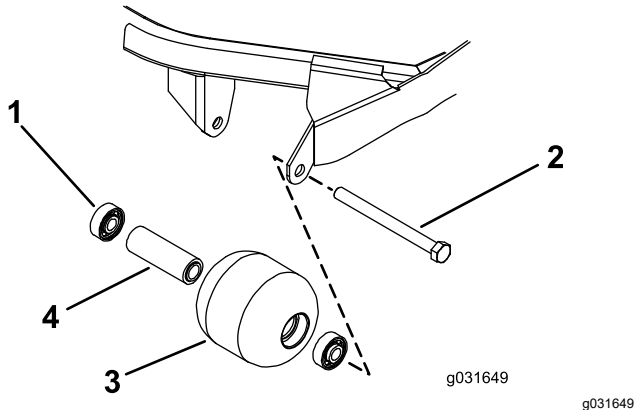

Figure 72
1. Retirez le boulon de fixation du galet (Figure 72).
4. Vérifiez l'état du logement de roulements, des roulements et de l'entretoise de roulements (Figure 72)
1. En exerçant une pression uniquement sur la bague extérieure ou uniformément sur les bagues intérieure et extérieure, poussez le premier roulement dans le logement du galet (Figure 72).
2. Insérez l'entretoise (Figure 72).
bagues intérieure et extérieure, poussez le second roulement dans le logement du galet jusqu'à ce qu'il rencontre l'entretoise (Figure 72).